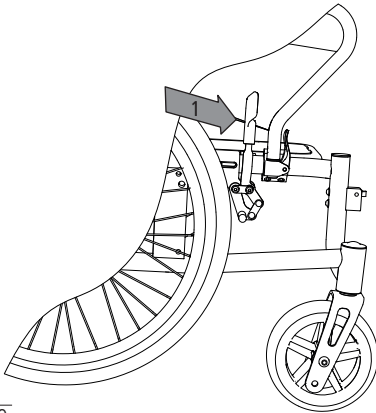

Abb. 19
1. Im Stillstand betätigen Sie die Feststellbremse (Reifenbremse). Drücken Sie den Hebel dafür nach vorn (1, Abb. 19), bis er selbstständig hält. Nun steht der Rollstuhl sicher, Sie können sich jetzt umsetzen oder einfach nur parken.